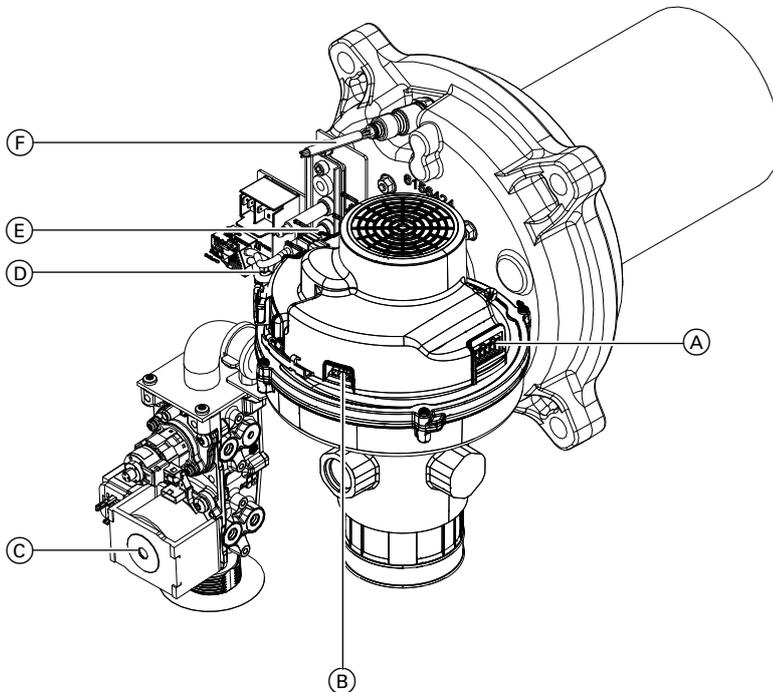

Abb. 62 Stecker am Beispiel Brennermodul 150
- Am Brenner die Stecker der Leitungen zum Feuerungsautomaten lösen. Siehe Abb. 62.
2. Stecker der Leitungen zum Feuerungsautomaten am Brenner lösen, siehe Abb. 62.
6. Brenner in Brenner-Wartungshalterung (A) einhängen.